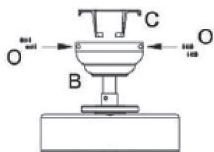

Figure 10
2. Placez partiellement les trois vis dans la pôle (K) avec les trois rondelles (M) pour unir les supports (H) aux pôles (I). Serrez chaque vis de la pôle (K) avec un écrou (S), en commençant avec celui qui est au centre (Figure 10). Répétez avec tous les pôles.